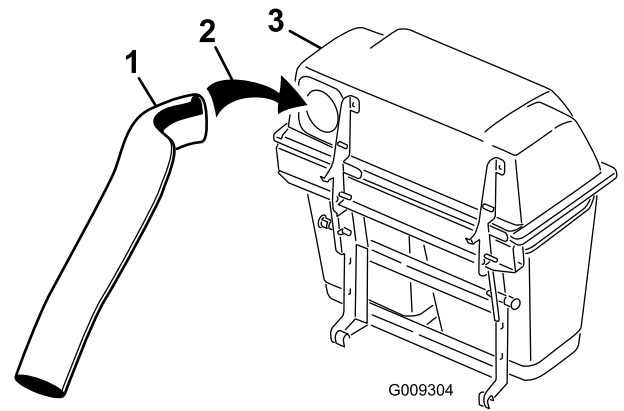
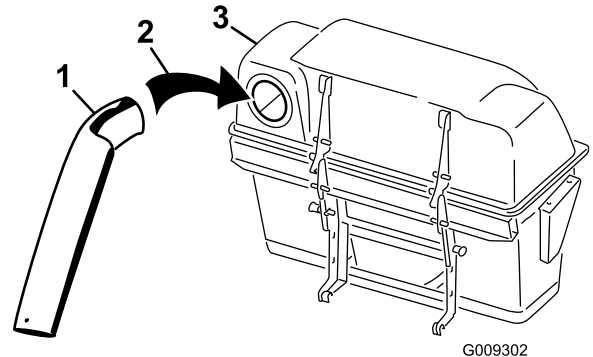

Figura 22
Figura 23
5. Instale o tubo superior na abertura do depósito de recolha de relva e puxe-o para trás de forma a que o vedante de borracha saia de (Figura 22 ou Figura 23).